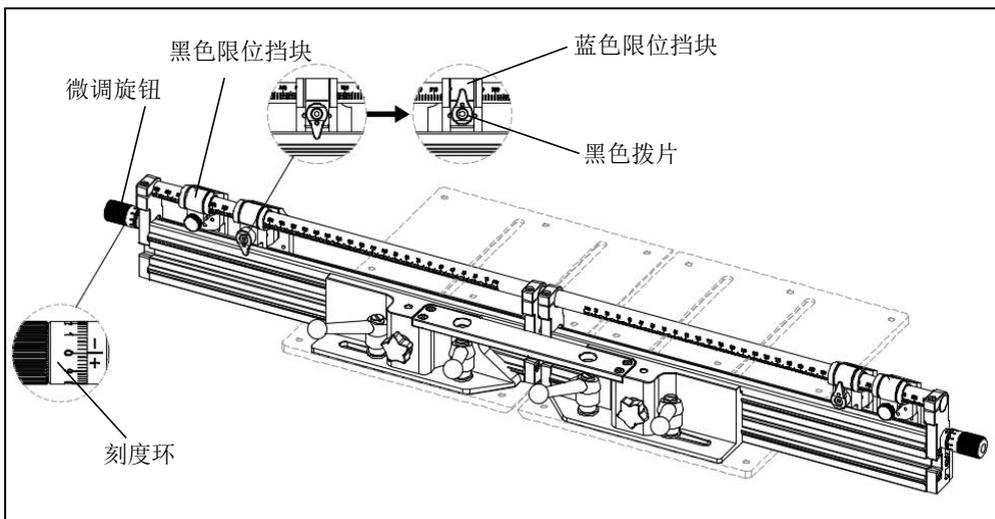

图 6
- 如图 6 所示，转动黑色拨片，让黑色拨片的尖头朝下，使蓝色限位挡块的滑块尾部半牙螺纹与丝杆啮合，此时通过旋转蓝色微调旋钮，可以微调蓝色限位挡块的位置（公制微调增量为 0.02mm，英制微调增量为 0.001"）。转动黑色拨片，让黑色拨片的尖头朝上，向上翻转蓝色限位挡块，可沿导向杆快速滑动。